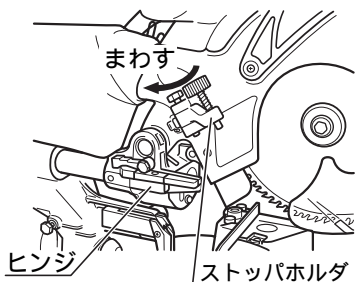

図13
(1) ヘッド部側面のストップホルダを後方にまわします。(図13)